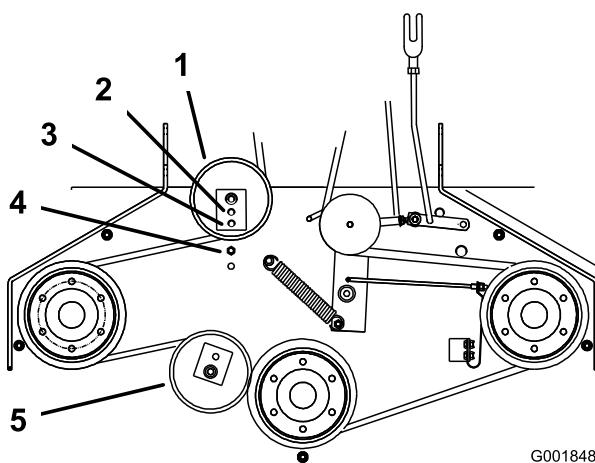

Figure 40
6. S'il n'est plus possible de régler le tendeur et que la courroie est encore détendue, il faut repositionner la poulie de tension arrière au trou central ou avant (Figure 40). Utilisez le trou qui donnera le réglage correct.
7. Lorsque la poulie de tension est déplacée, le guide de courroie doit l'être aussi. Placez le guide de courroie à la position avant (Figure 40).